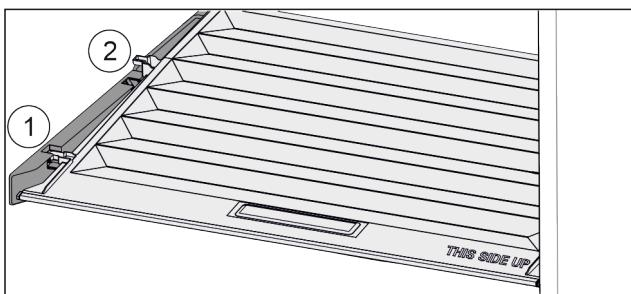

Fig. 152
- Кришку до отвору в деталях для підтримки потягнути вперед Fig. 152 (1).
- Підняти ззаду знізу та вийняти Fig. 152 (2) вгору.